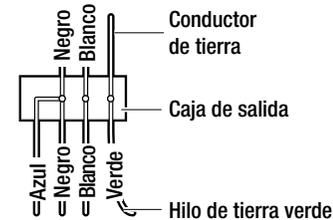

Figura 8
- Conecte el cable de alimentación del ventilador (negro) y el cable de alimentación de la lámpara (azul) al cable negro de la vivienda como se muestra en la Figura 8. No conecte el cable azul si el juego de la lámpara no es usado.
- Después de conectar los cables, asegure los conectores de cable (BB) con cinta aislante negra y sepárelos de modo que los cables verde y blanco estén en un lado de la caja de salida y los cables negro y azul en el otro lado. (o sea, el conector con conexión a tierra en un lado y los cables vivos en el otro lado).
- Gire los conectores de cable (BB) hacia arriba y empuje el cableado dentro de la caja de salida.